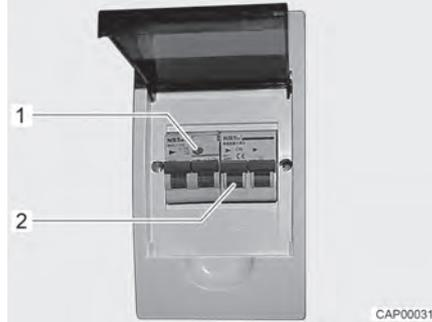

Bild 61 230-V-Sicherungskasten mit Leitungsschutzschalter und FI-Schalter
Ein Fehlerstrom-Schutzschalter (FI-Schalter) im Sicherungskasten sichert das gesamte Fahrzeug gegen Fehlerstrom (0,03 A) ab. Der nachgeschaltete Leitungsschutzschalter (10 A) (Bild 61,2) sichert das 230-V-Bordnetz ab.
- Wenn das Fahrzeug an die 230-V-Versorgung angeschlossen ist, die Prüftaste (Bild 61,1) drücken. Der Fehlerstrom-Schutzschalter muss auslösen.